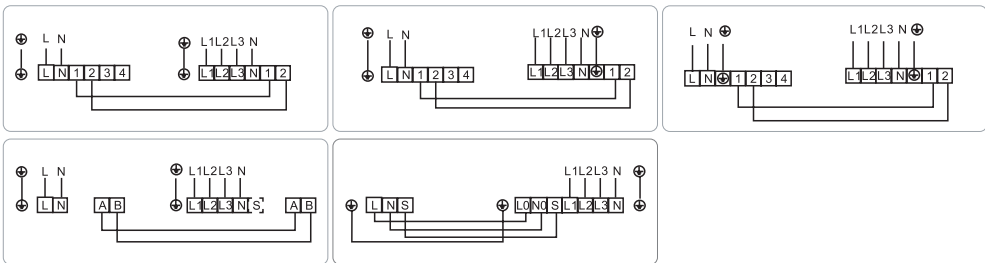

Рис. 7
- Очистите от изоляции конец провода и установите на оголенную жилу клемму, обжав клеммник. Подготовленный кабель подключите согласно схеме (рис. 7 приложения).